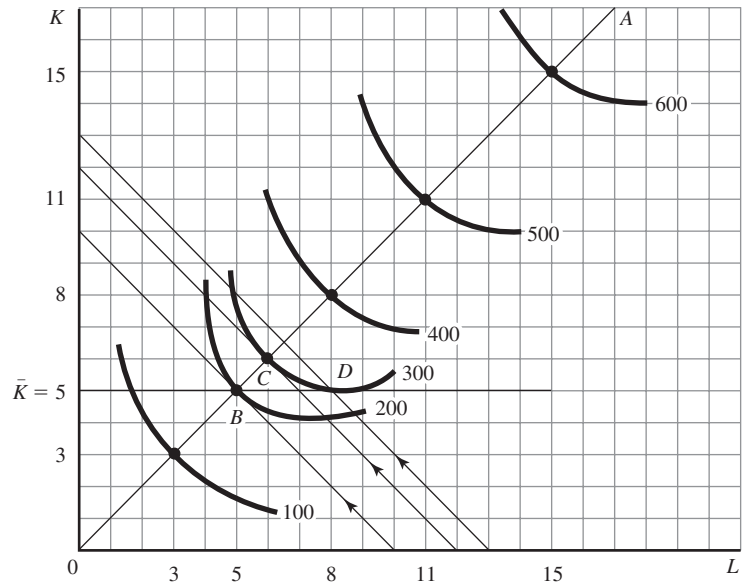

Figura 7-23
7.24 En la figura 7-23, la línea OA es la ruta de expansión. Si $P_L = P_K = \$100$, *a)* determine CTL y trázelo, y *b)* con referencia al diagrama de isocuanta-isocosto de la figura 7-23, y suponiendo que el capital utilizado por periodo se mantiene en cinco unidades, explique por qué el CTC nunca puede ser menor que el CTL.
b) Cuando la empresa emplea cinco unidades de trabajo y de capital por periodo, se obtienen 200 unidades de producción a un costo de \$1 000. Esto lo determina el punto B en el diagrama isocuanta-isocosto (figura 7-23). En B , $PM_L/P_L = PM_K/P_K$. Ahora suponga que la empresa desea aumentar la producción a 300 unidades por periodo. Si el capital se mantiene en cinco unidades (entonces se trata del corto plazo) podrían obtenerse 300 unidades de producción con ocho unidades de trabajo (es decir, desplazándose al punto D). Aquí, la empresa incurre en un CT de \$1 300 y $PM_L/P_L < PM_K/P_K$. En el largo plazo (es decir, cuando todos los factores son variables), la empresa obtendría 300 unidades de producción empleando seis unidades de trabajo y de capital (punto C) e incurriría en un CT de sólo \$1 200. En C , de nuevo se cumple $PM_L/P_L = PM_K/P_K$.